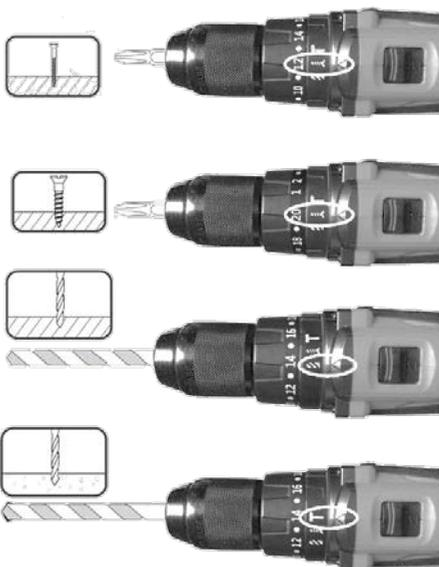

Рисунок 7
4.3.6 Вибір режиму роботи та крутного моменту (дивіться рисунок 7)